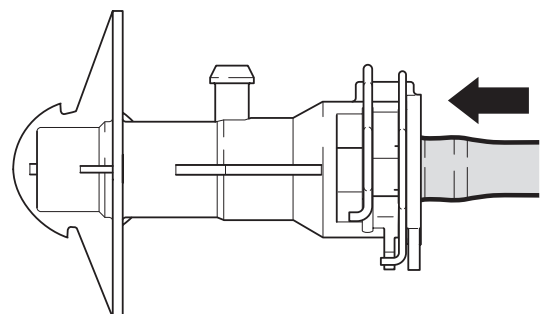

Bild 4: Vid inskjuten anslutningsledning och stängda klämmor är avluftsöppningen stängd
9. Skjut in ledningen helt i anslutningen (bild 4)